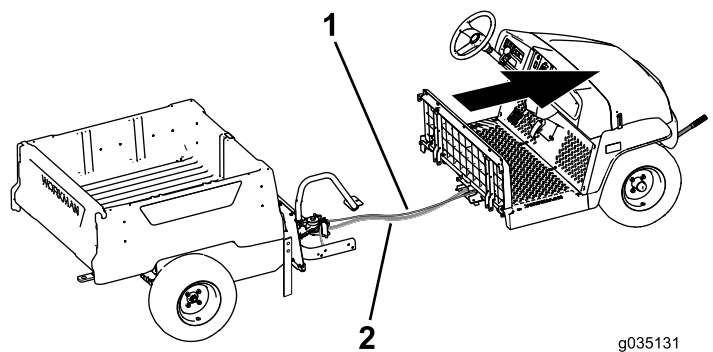

Figura 69
9. Con la ayuda de otra persona, mueva la sección delantera hacia adelante, separándola de la sección trasera (Figura 69).